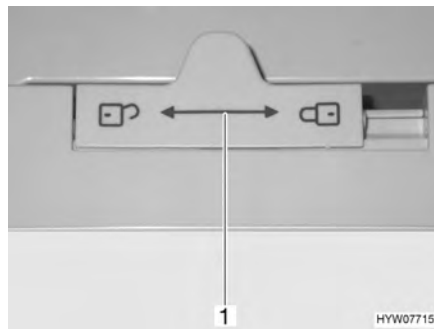

Fig. 144 Bloqueo de la puerta del frigorífico (Dometic de la serie 7)
- Empujar el bloqueo (Fig. 144,1) hacia la izquierda "🔓".
- Empujar el bloqueo (Fig. 144,1) completamente hacia la derecha "🔒".